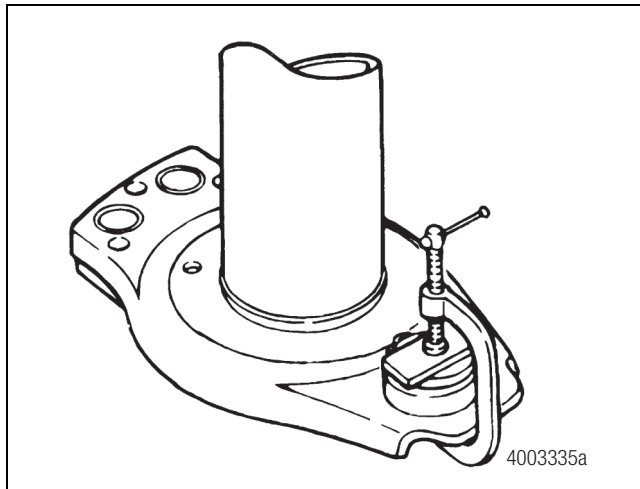

Figura 12.34
3. Ubique un buje nuevo sobre la araña y asegúrese de que los cuatro agujeros de buje se alinean con los cuatro agujeros coincidentes en la araña; después oprima un buje nuevo en la araña con una abrazadera en C hasta que quede completamente asentado. Figura 12.34.